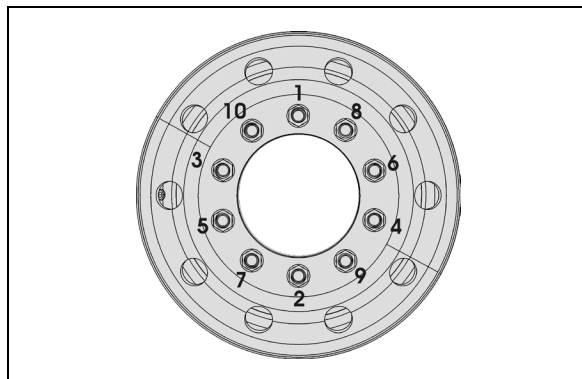

FIGURE 3: SÉQUENCE DE SERRAGE 13018
2. Visser les écrous (se reporter à la FIGURE 3 pour la séquence) pour que la roue se place d'elle-même de manière concentrique avec le moyeu. Ceci est important, pour éviter que la roue puisse être excentrique avec le moyeu et soit voilée. Dans cette étape initiale, serrer légèrement les écrous pour corriger la position de la roue;
3. Serrer les goujons de roue progressivement comme illustré à la FIGURE 3. Le serrage final doit être effectué avec une clé dynamométrique.
Une fois les roues intérieures et extérieures installées, serrer les écrous de goujon progressivement, comme indiqué à la FIGURE 3.
Répéter l'opération pour chacun des 10 écrous conformément à la séquence de serrage de la FIGURE 3.
Utiliser une clé dynamométrique étalonnée pour serrer les écrous de roue. Ne pas utiliser d'outils électriques ou de longues barres pour le serrage. Serrer les écrous de roue alternativement comme illustré à la FIGURE 3.